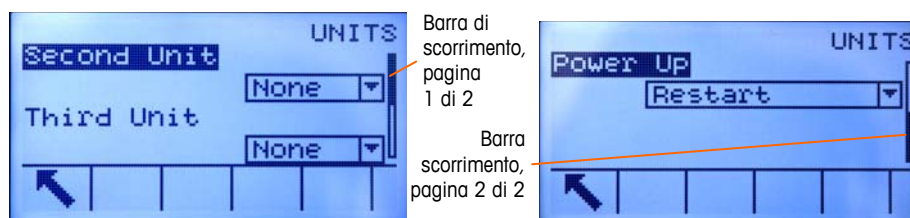

Figura 2-3: Esempio di barre di scorrimento che indicano tre pagine di campi di configurazione
- **Tasti di navigazione SU e GIÙ:** spostano la selezione in su e in giù nelle varie opzioni di configurazione nella struttura del menu (la selezione è indicata dal testo evidenziato) e nei vari campi nella pagina di configurazione, e consentono di passare a un'altra pagina di softkey disponibili. I tasti di navigazione SU e GIÙ vengono utilizzati anche per spostarsi alla pagina successiva o precedente quando una barra di scorrimento indica che per i campi di configurazione associati a un parametro specifico sono utilizzate due o tre pagine. L'esempio in Figura 2-3 mostra un parametro di configurazione che richiede tre pagine per visualizzare tutti i campi ad esso relativi. Le barre di scorrimento indicano quale delle tre pagine è visualizzata.